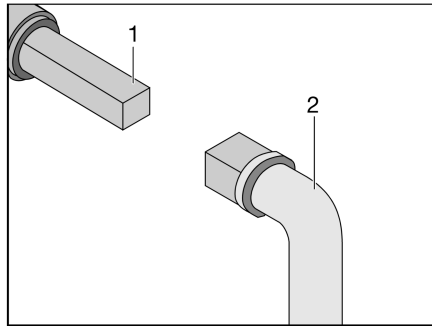

Fig. 372 Utilisation du robinet d'évacuation des eaux usées
- Insérer la clé (Fig. 372,2) sur la vis à quatre pans (Fig. 372,1).